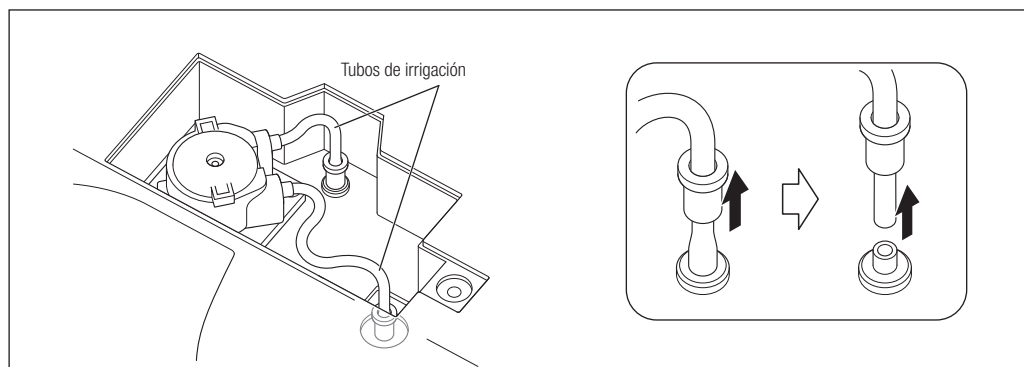

Fig. 50
- 3) Retire los dos tubos de irrigación de la unidad de control (Fig. 50).
- 8) Monte el tubo de irrigación siguiendo el procedimiento de retirada pero a la inversa. Presione firmemente el anillo de conexión hacia la unidad de control hasta el tope (Fig. 50).